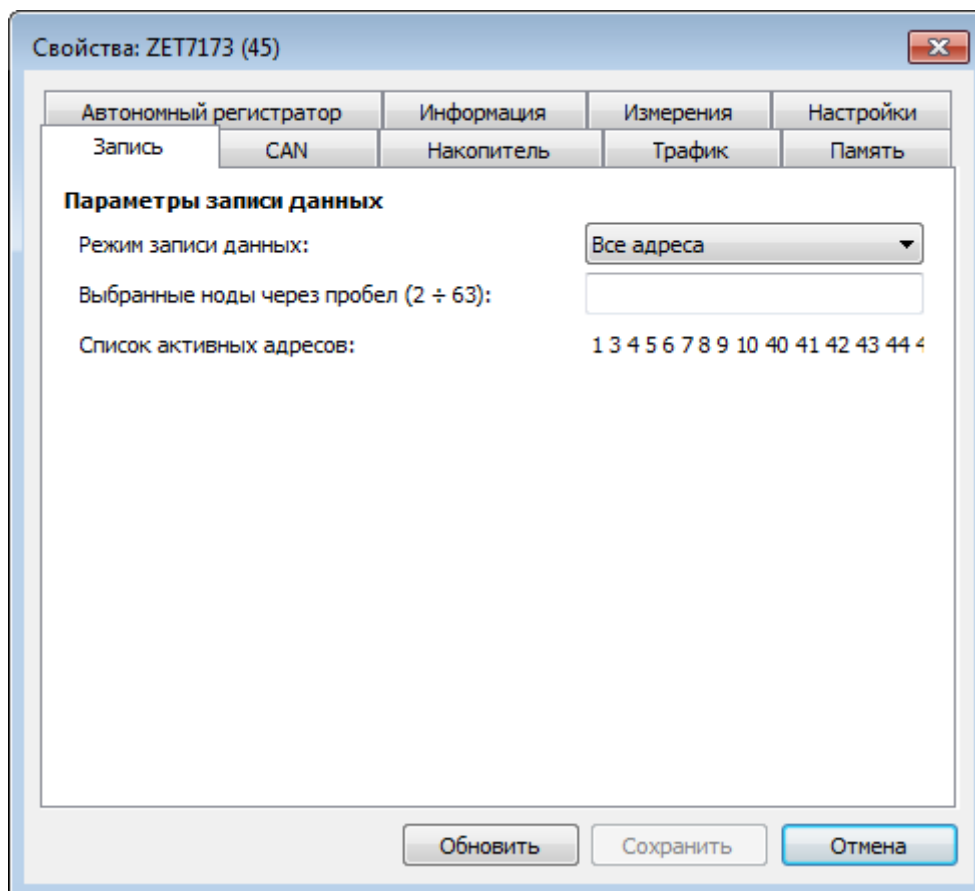

Рис. 2.14 Вкладка «Запись» ZET 7173
- во вкладке «Запись» в поле «Режим записи данных» следует выбрать свойство «Все адреса» (Рис. 2.14).